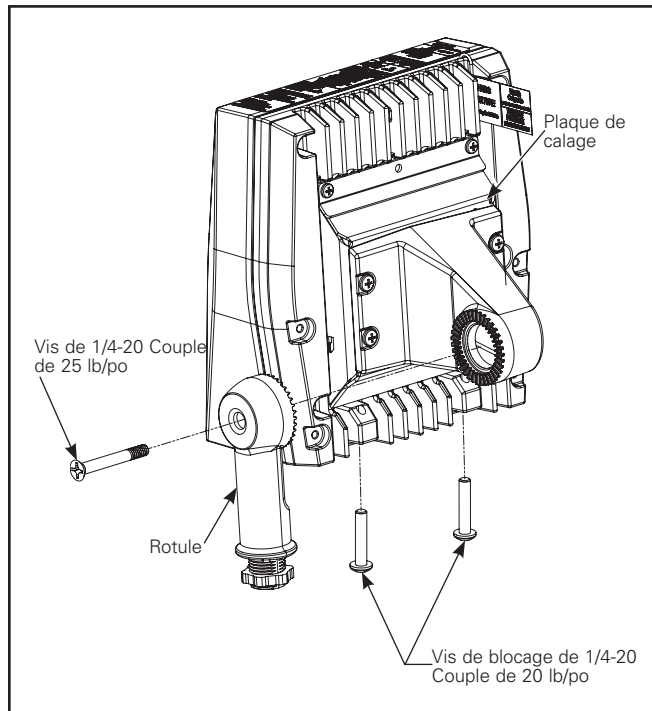

Figure 9. Petit luminaire Axcent
3. Fixez le support de la rotule au luminaire et serrez deux (2) vis cruciformes de 1/4-20 à un couple de 20 lb/ po (figure 9). Assurez-vous que les fils d'alimentation électrique du luminaire ne sont pas coincés entre la plaque de calage et le boîtier.